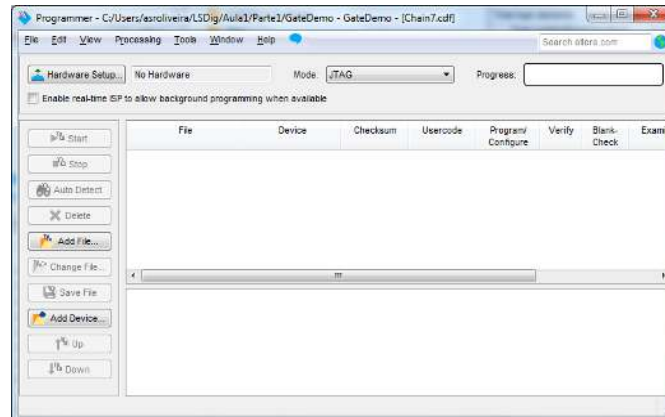

Figura 25 – Janela inicial da aplicação de programação da FPGA.
17. No final do processo de compilação, programe a FPGA através do comando “*Program Device*” que deverá abrir a janela da Figura 25.